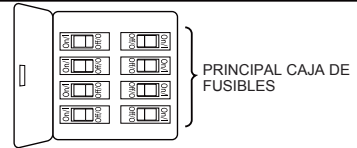

Figura 1
Caja de perfil bajo (Figura 1)
1. Extraiga la pieza de la bola colgante de la unidad de la bola colgante / varilla aflojando el tornillo de presión de la bola colgante hasta que la bola se libere de la varilla. Retire el pasador del barral y luego extraiga la semiesfera. Conserve el pasador y la semiesfera para su reinstalación en el Paso 6. (Figura 1)
Para evitar una posible descarga eléctrica, asegúrese de cortar la alimentación eléctrica de la caja de fusibles principal antes de colgar el ventilador. (Figura 1)
1. Para configurar el código de unidad del receptor. Deslice los interruptores de código a las mismas posiciones que en el transmisor. (Figura 1)
- ☐ 1. Instale la cubierta rotando la ranura clave en la cubierta sobre el tornillo de hombro del soporte del gancho y cuidado de no pellizcar los cables. Fije el tornillo de hombro. Instale adecuadamente y fije el segundo tornillo de hombro que fue anteriormente guardado. (Figura 1)